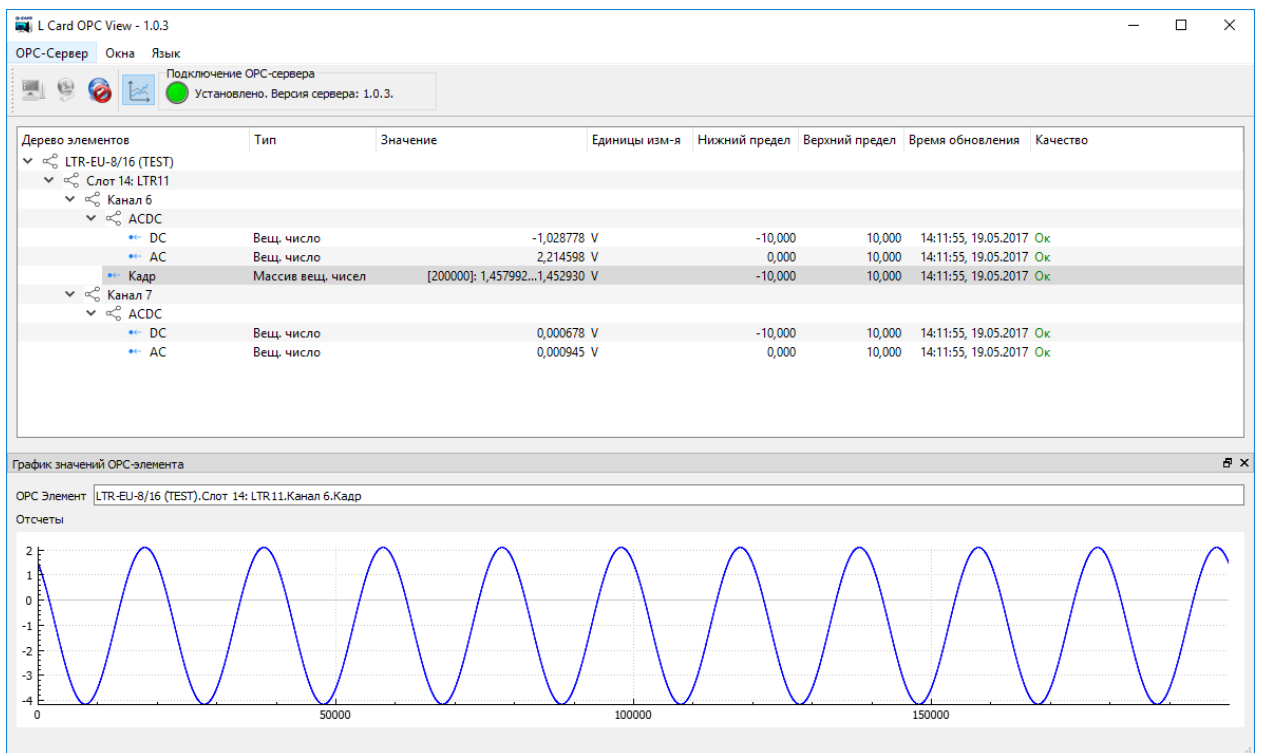

Рис. 4.7: Отображение графика с отсчетами массива для OPC-элемента типа массив
- Если у элемента тип массив (Массив вещ. чисел), то отображается график со всеми значениями элементов массива для последнего полученного значения ОПС-элемента (рисунок 4.7). По горизонтальной оси отображается номер отсчета в массиве.